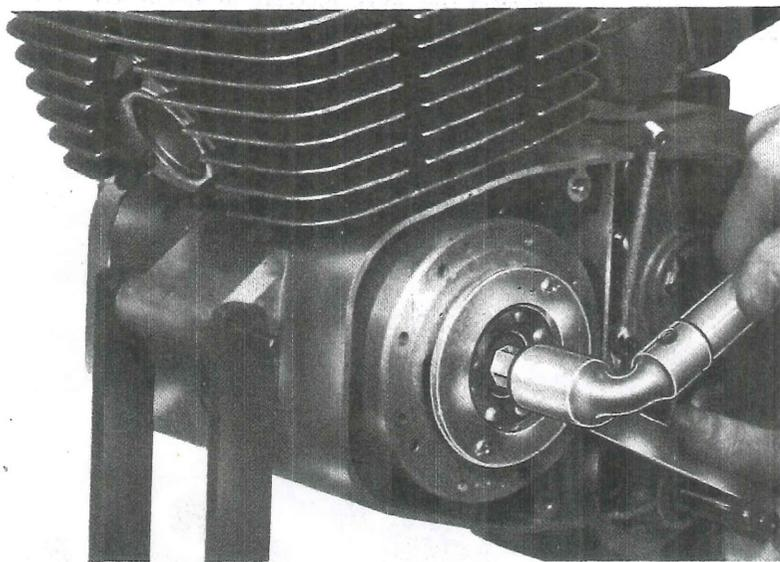

Fig. 46 - Bloccaggio volano magnete
- Se dopo i controlli eseguiti tutto è regolare, passare a bloccare il dado del volano magnete (fig. 46) in modo definitivo.